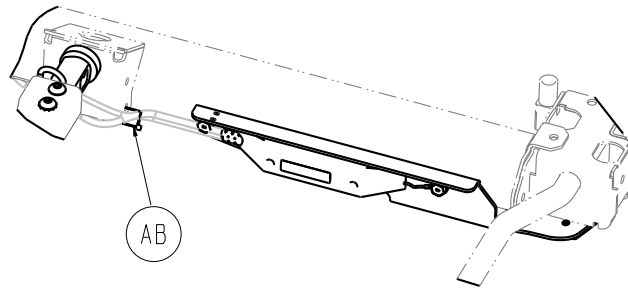

Figure 47 – Emplacement du collier de serrage - ensemble IR/appel infirmier
23. À l'aide d'un collier de serrage de 8 po (3000-300-113) (AB), fixer le câble d'ensemble IR/appel infirmier au châssis du plan de couchage (Figure 47).